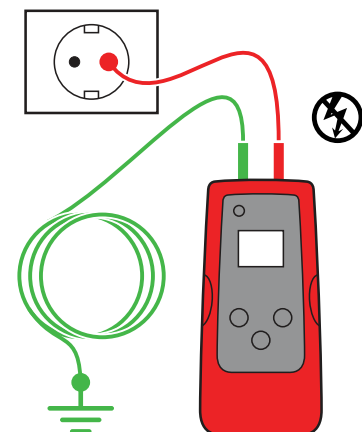

Figure 3.3a
3. Connectez le câble vert à une terre séparée (structure métallique de bâtiment, canalisation d'eau métallique ou câble de terre / terre de protection (TP) sur un circuit séparé).
**ATTENTION :** Pour des raisons de sécurité, ceci est autorisé uniquement dans les circuits hors tension (voir figure 3.3a). N'utilisez pas un fil de terre qui passe parallèlement au fil que vous allez tracer, car cela réduit ou annule le signal de traçage.